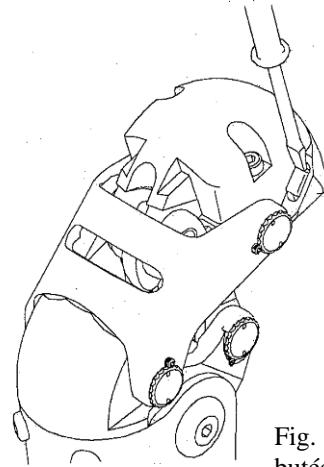

Fig. 11 :
**a) Butée d'extension en caoutchouc (figure 11)**